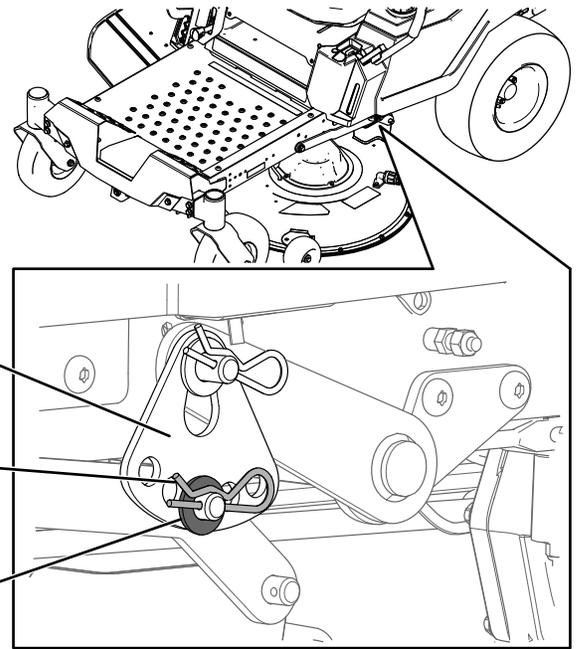

Figura 70
6. Retire la chaveta y la arandela del pasador del brazo de elevación inferior (Figura 70).